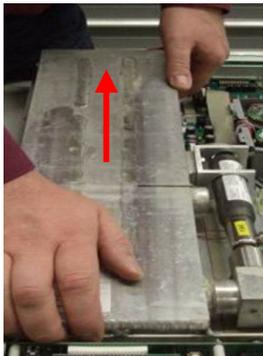

Fig. 89 : Sortir le réservoir
15. ➤ Soulever le réservoir à l'arrière et le tirer avec précaution vers l'arrière pour le sortir (Fig. 89).